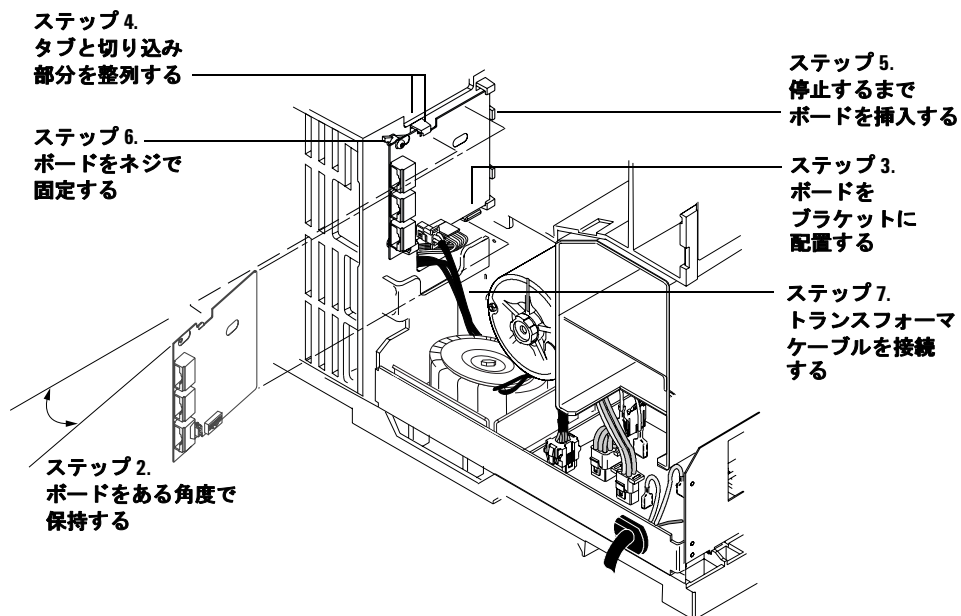
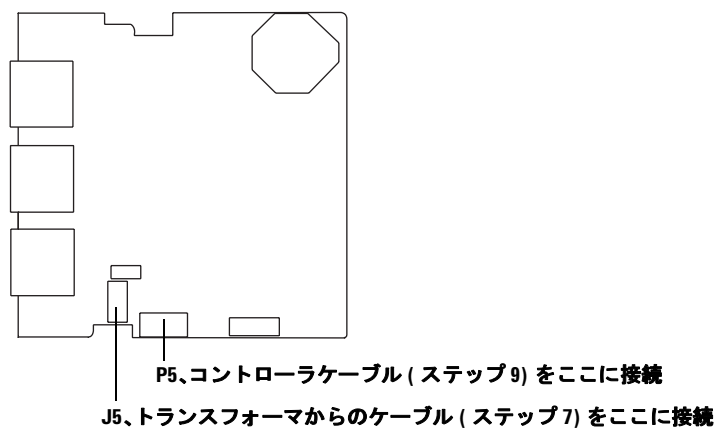
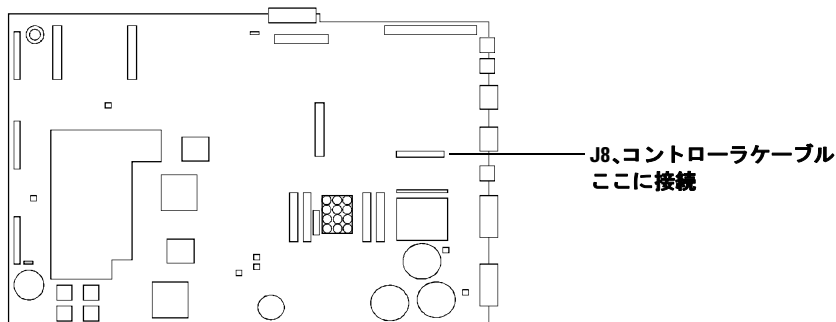

図30 ALSインタフェースボードを装着する
図31 ALSインターフェースコネクタ
図33 GCメインボード
2 ボードを垂直に立て、図30に示すように、少しだけ角度をつけます。
- 6 2本のネジを使用してボードをシャーシに固定します。ボードに圧力をかけたり、ロックタブに対して折り曲げないでください。図30を参照してください。
- 7 トランスフォーマからの2線式ケーブルを見つけ、それをJ5でALSインタフェースボードに接続します。図30および図31を参照してください。
- 9 コントローラのPCBケーブル(部品番号G2612-60510)をメインボードにJ8で、ALSインタフェースボードにP5で接続します。ケーブルをメインボードの切り込み部分を通して這わせます。図31および図33を参照してください。